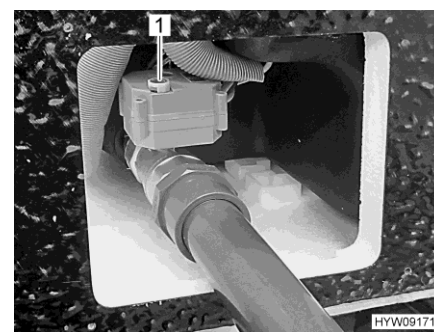

Bild 106 Handrad (Abwasserhahn)
- Zum Öffnen des Abwasserhahns Handrad (Bild 106,1) nach oben ziehen und entgegen dem Uhrzeigersinn bis zum Anschlag drehen. Die Drehrichtung (O für Öffnen, S für Schließen) ist auf dem Handrad gekennzeichnet.
- Zum Schließen des Abwasserhahns Handrad (Bild 106,1) nach oben ziehen und im Uhrzeigersinn bis zum Anschlag drehen.